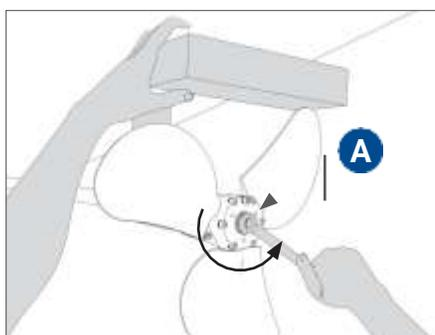

FIG. 35 Desenrosque la tuerca de apriete "A"
- Asegúrese de que el eje portahélice no pueda girar engranando una marcha con el motor apagado o bloqueando el eje por otros medios. A fin de evitar doblar las palas de la hélice durante el desatornillado, tenga la precaución de girarlas en posición de empuje (no en bandera) y bloquee la rotación colocando una cuña de madera entre la pala y el casco. (Fig. 35).
- Desenrosque la tuerca **A** en sentido antihorario (Fig. 35); durante el desenroscado, la hélice se extraerá automáticamente del cono del eje portahélice o eje Sail-Drive.